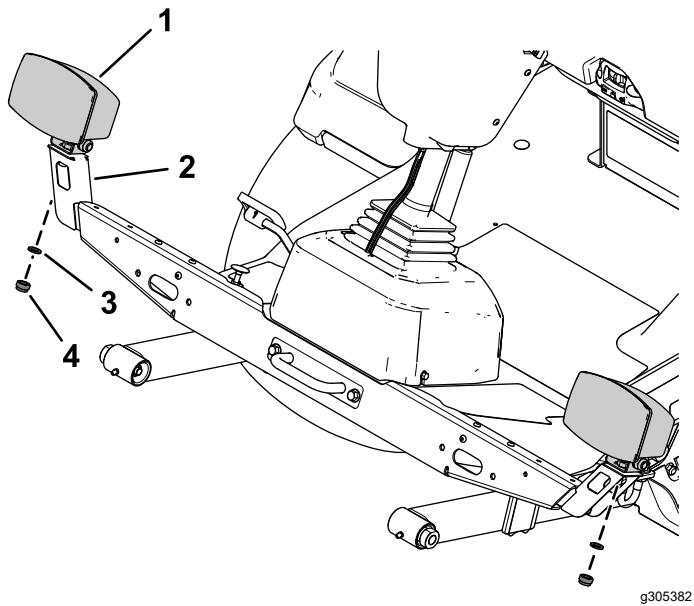

Figura 20
- Prenda o conjunto da luz esquerda e conjunto da luz direita à montagem da luz esquerda e montagem da luz direita utilizando a anilha de bloqueio e porca hexagonal nos conjuntos das luzes (Figura 20).